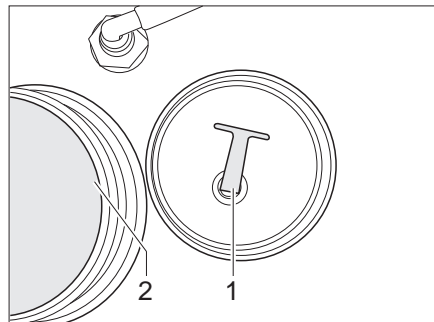

Bild 240 Verschluss-Stopfen
- Den Verschluss-Stopfen (Bild 240,1) aus der Ablassöffnung (Bild 240,2) herausschrauben.